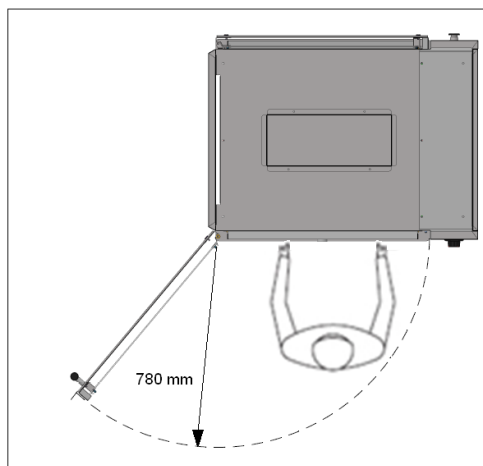

Figura 2.1
- Su personal debe disponer de espacio suficiente para poder operar el equipo (ver figura 2.1).